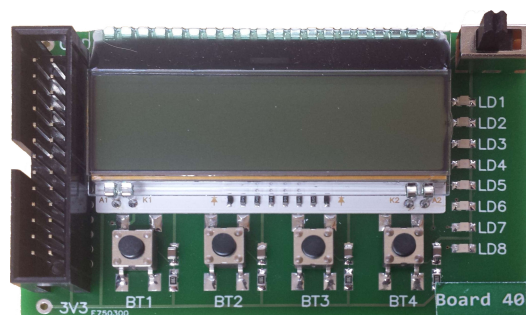

Abbildung 9: Knöpfe-**LED**-**LCD** Platine [10]
- Eine Steuerkarte mit 4 Tasten und 8 **LEDs**, siehe Abbildung 9.